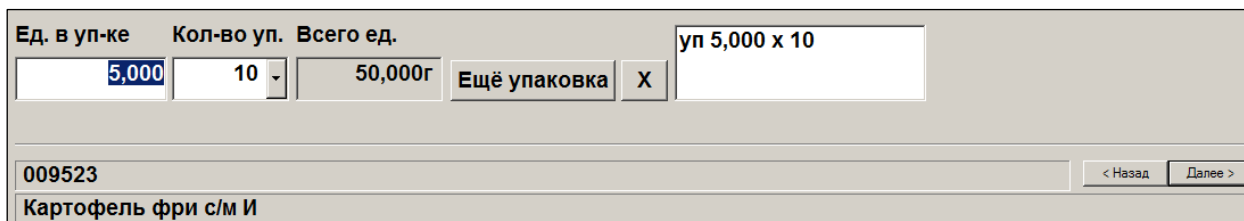

Рисунок 56 – Создание упаковки
5. Указать количество единиц товара в упаковке и количество упаковок (Рисунок 56):